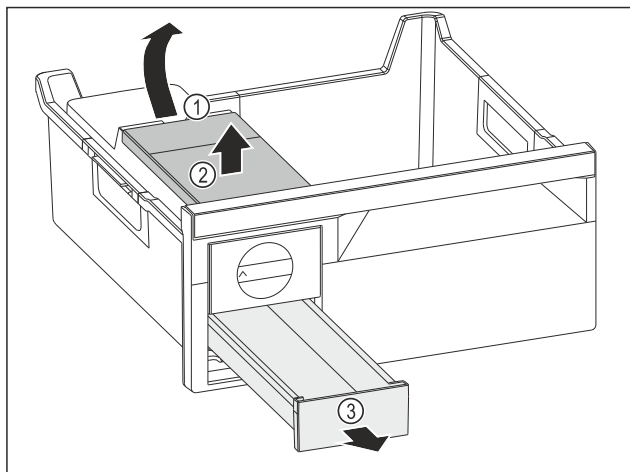

Fig. 135
- Vegye ki a víztartályt: Emelje fel a víztartályt a kivágásnál Fig. 135 (1).
- Vegye ki felfelé a víztartályt Fig. 135 (2).
- Vegye ki a előre felé a jégkocka-fiókot Fig. 135 (3).